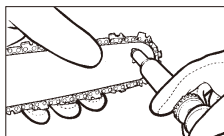

Рисунок 20
3. Возьмите смазочный шприц (не входит в комплект поставки), вставьте наконечник шприца в смазочное отверстие и введите смазку, чтобы она выступила на внешнем краю звездочки (рис. 20).